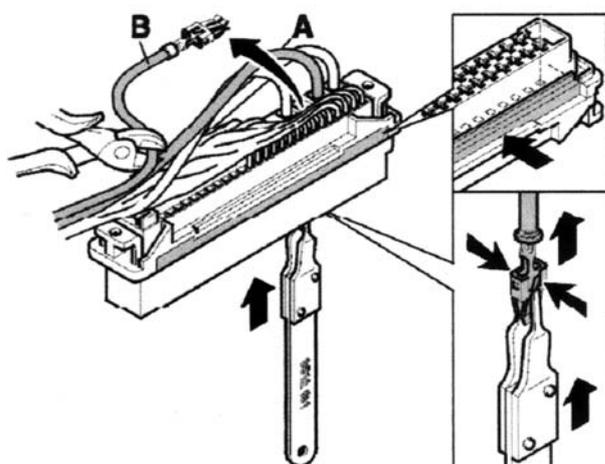

Bild 1 (Stecker bis Baujahr 1997)
- Anschlussstecker öffnen und die Spannungsversorgungskabel entfernen (bis Baujahr 1997 Pin 2 und 3 ab Baujahr 1998 Pin 17 und 18). Kabel soweit wie möglich vor der Isolierung abschneiden (Bild 1).